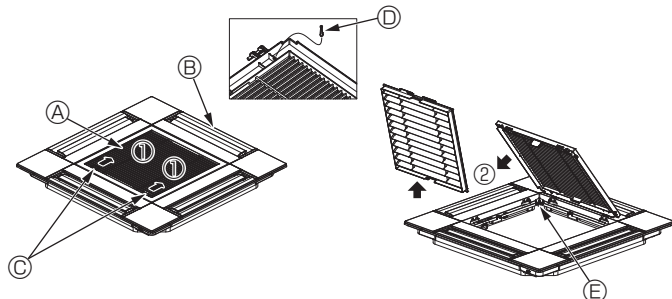

Fig. 10-3
10.2.1. Extracción de la rejilla de admisión (Fig. 10-3)
- Deslice las palancas en la dirección indicada con la flecha ① para abrir la rejilla de admisión.
- Con la rejilla de admisión en posición "abierta", retire la bisagra de la rejilla de admisión de la rejilla tal y como se indica con la flecha ②.